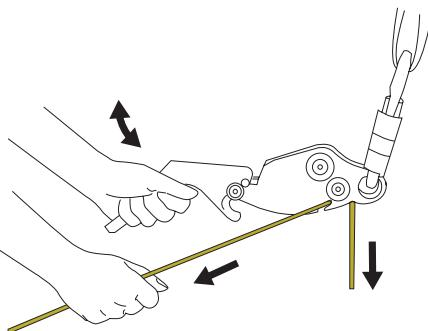

Fig. 7
- A velocidade de descida é regulada mantendo uma mão no punho e a outra segurando a corda por baixo do dispositivo. Comece com a corda num ângulo fora da abertura. Com o descensor invertido, a descida começa puxando o manípulo para cima fig. 7 e pára quando desloca o manípulo para baixo ou solta-o. Aumente ou diminua a fricção movendo a linha para a parte estreita da ranhura, como mostrado na fig. 3B. É importante manter sempre uma mão na corda por baixo do dispositivo para ter um maior controlo da descida.